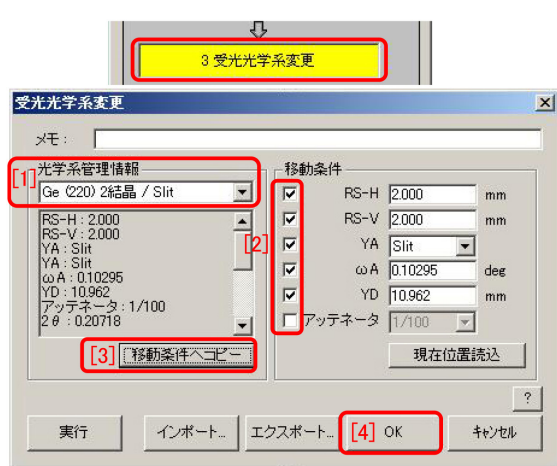

図 2.12. 受光光学系の切り換え
図 2.3[p.12] に示した手順に従って「受光光学系変更」パーツを呼び出します。「フローバー」に「受光光学系変更」パーツが表示されたら図 2.3[p.12] 右下「[6] 閉じる」をクリックして「パーツ追加ウィンドウ」を閉じます。図 2.12 黄色の「受光光学系変更」パーツをクリックすると「受光光学系変更ウィンドウ」が開きます。図 2.12 [1],[2],[3],[4] を実行して光学系が「Ge (220) 2 結晶 / Slit」に切り換わるようにセットします。